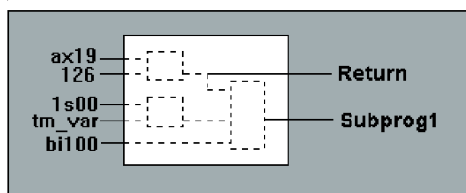

Рис. 4. Входные и выходные переменные языка FBD
• очередность выполнения блоков в программе: слева направо, сверху вниз. Переменные FBD-программ присоединяются к входным/выходным точкам функциональных блоков (рис. 4).